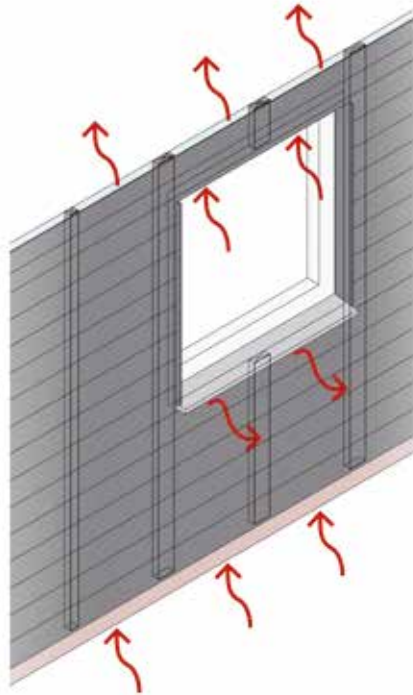

fig. 1 – Ventilerad fasad
- Hålrummet ska inte stängas till varken vid toppen, botten eller vid dörrar och fönster (se fig. 1)